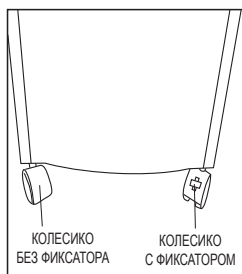

РИС. 1
**Примечание:** - колесики с фиксатором предназначены для двух передних отверстий, -- колесики без фиксатора предназначены для двух отверстий сзади в нижней части устройства (показано на рис.1)